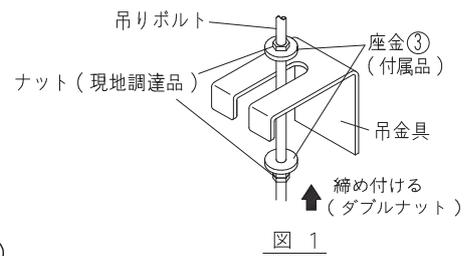

図 1
- (1) 室内ユニットを仮設置してください。
吊金具を吊りボルトに取り付けてください。必ず吊金具の上下両側からナット、座金③を用いて確実に固定してください。(図1参照)
- (2) ユニット本体の高さを調節してください。
- (3) ユニット本体が水平であることを確認してください。